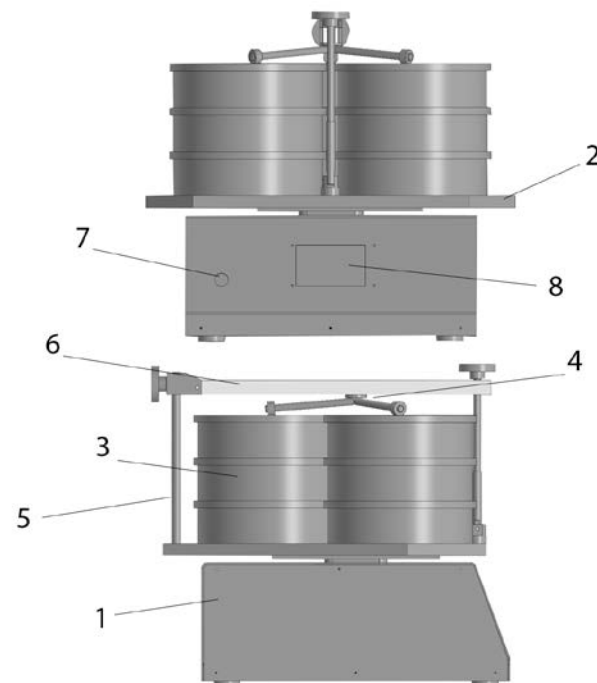

Рис. 1. Рассев лабораторный РЛУ-3
- 3.2. Рассев лабораторный состоит из корпуса 1 (Рис.1), платформы 2 с установленным на нее ситовым пакетом 3. Привод обеспечивает ситовому пакету круговые поступательные колебания в горизонтальной плоскости при помощи трех кривошипов. Платформа 2 предназначена для установки и закрепления на ней сит. Ситовый пакет закрепляется тройником 4 и притягивается к платформе при помощи штанги 6.